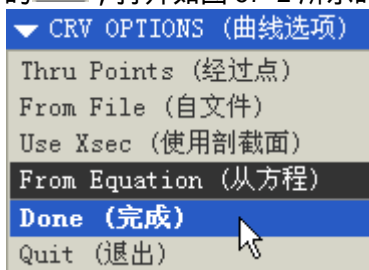

图 57-2
- (1) 单击基准特征工具栏中的 ，打开如图 57-2 所示的【曲线选项】菜单。